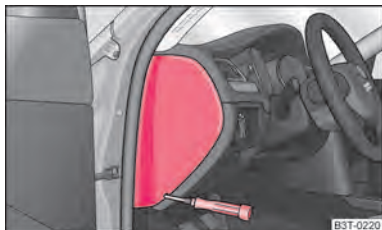
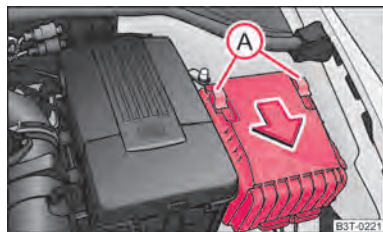

Abb. 198 Sicherungsdeckel: linke Seite der Schalttafel
Abb. 199 Sicherungsdeckel im Motorraum
- Nehmen Sie den Sicherungsdeckel an der Seite der Schalttafel mit Hilfe eines Schraubendrehers → Abb. 198 bzw. den Sicherungsdeckel im Motorraum → Abb. 199 ab.
- Verschieben Sie die Sicherungsbügel (A) ⇒ Abb. 199 bis zum Anschlag, hinter dem Sicherungsbügel erscheint das Symbol und nehmen Sie den Deckel ab.